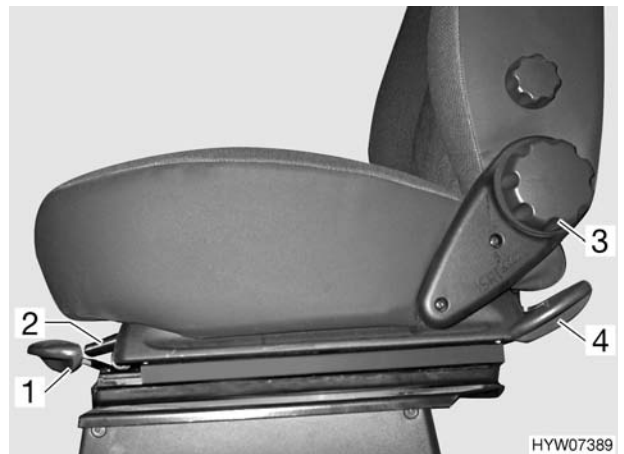
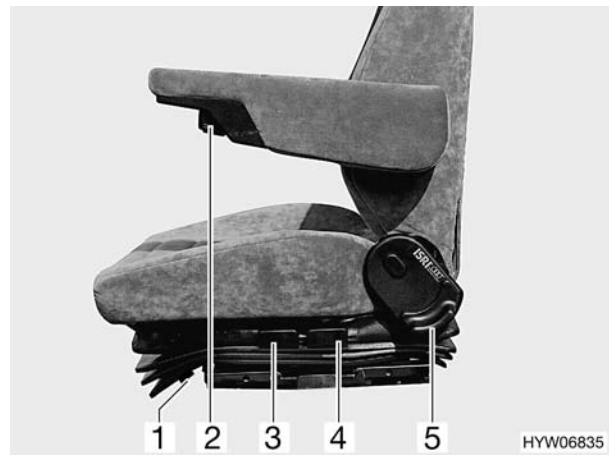

Bild 8 Fahrersitz/Beifahrersitz (Variante 1)
Bild 9 Fahrersitz/Beifahrersitz (Variante 2)
- Griff (Bild 8,1 oder Bild 9,3) ziehen. Der Sitz wird vorne angehoben.
- Griff (Bild 8,4 oder Bild 9,4) ziehen. Der Sitz wird hinten angehoben.
- Griff (Bild 8,2 oder Bild 9,1) ziehen. Der Sitz kann nach vorne oder hinten verschoben werden.
- Handrad (Bild 8,3) drehen oder Griff (Bild 9,5) ziehen. Die Rückenlehne lässt sich in ihrer Neigung verstellen.
- Griff (Bild 9,2) nach links oder rechts drehen. Armlehne wird nach oben oder unten bewegt.